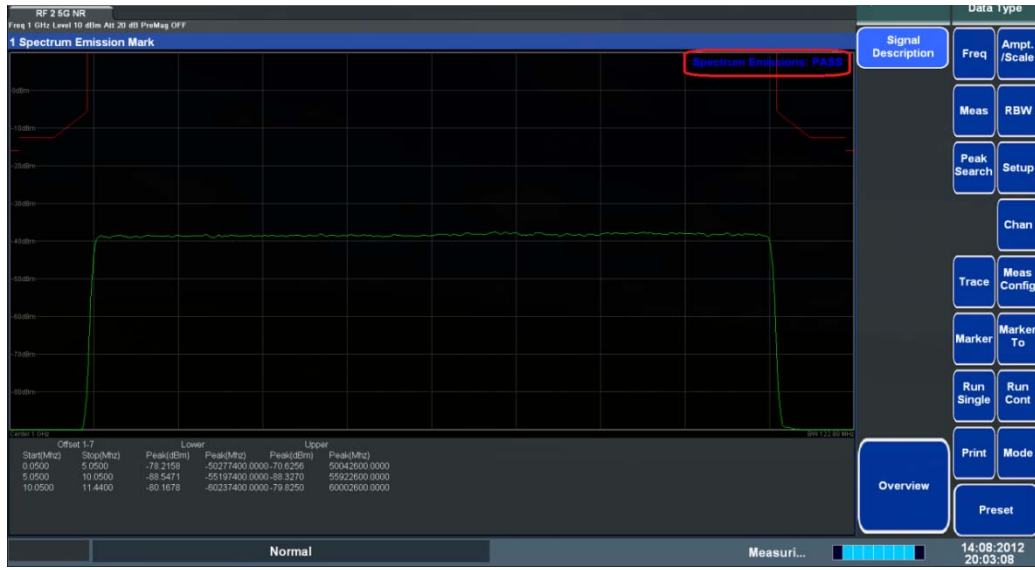

图 4.20 Spectrum Emission Mask 测试结果
- 测试结果如图 4.20 所示，红线表示标准频谱模板线，绿线表示实际测试的频谱，根据两者差异，判定频谱模板结果为 Success or Fail。